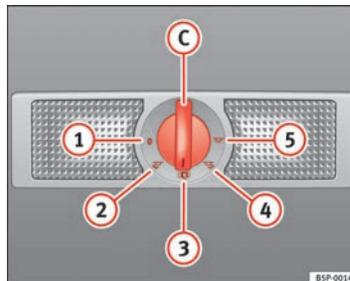

Fig. 82 Revestimento interior do tejadilho: iluminação interior e de leitura da parte traseira do habitáculo.
Com o interruptor ⇒ Fig. 82 (C) podem ser seleccionadas as seguintes posições:
Com o interruptor na posição ⇒ Fig. 82 (1) a luz interior e as luzes de leitura estão desligadas.